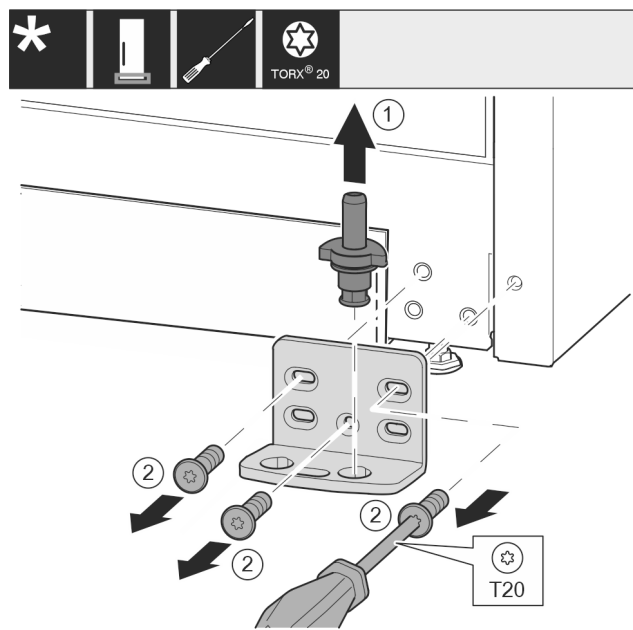

Fig. 15
- ▶ Træk hængselbolten helt opad og ud. *Fig. 15 (1)*
- ▶ Skru skruerne ud med skruetrækkeren T20, og tag hængselkonsollen af. *Fig. 15 (2)*